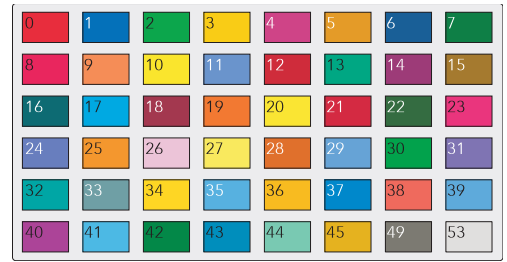

Figure 88 Trend color swatch
Colour A (B) Permet de spécifier deux couleurs alternatives (A et B) pour la voie. La Figure 88 donne un rendu approximatif.